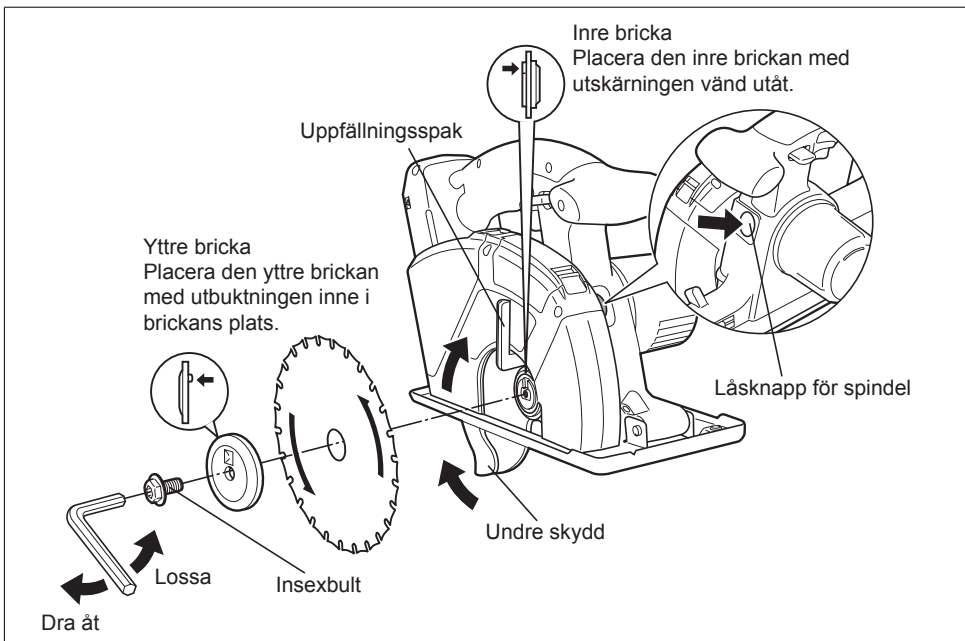

Bild 6
Kontrollera att insexbulten är ordentligt åtdragen (se bild 6).
4. Montera klingan enligt bilden (se bild 6). Kontrollera att rotationsriktningssilarna på klingan och det genomskinliga skyddet pekar åt samma håll.